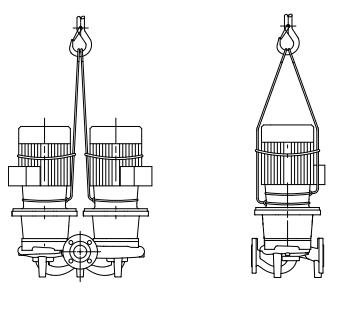

Fig. 7: Transporte da bomba
- Os olhais de transporte no motor só servem para guiar o suporte da carga (fig. 7).